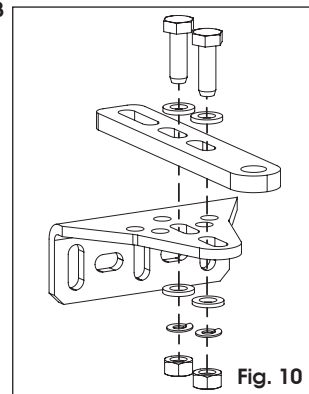

Fig. 10
2. Assembler la patte postérieure d'après la figure 10, de manière à respecter les cotes **A** et **B** déterminées précédemment.